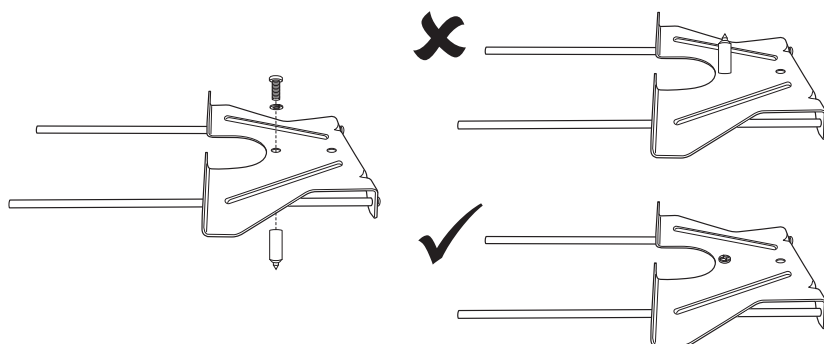

Fig. 9a
- > Alinhe a rosca na ponta da punção de centragem (20) com um dos orifícios de montagem na guia paralela (18).
- > Fixe a conexão com a arruela de pressão e o parafuso utilizando uma chave de fendas Phillips adequada (Fig. 9a).